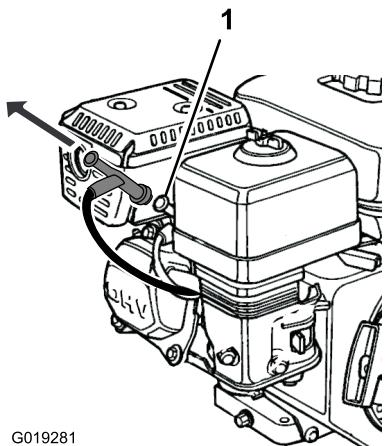

Figura 13
4. Desconecte la bujía (Figura 13).
- C. Desconecte la bujía (Figura 13).